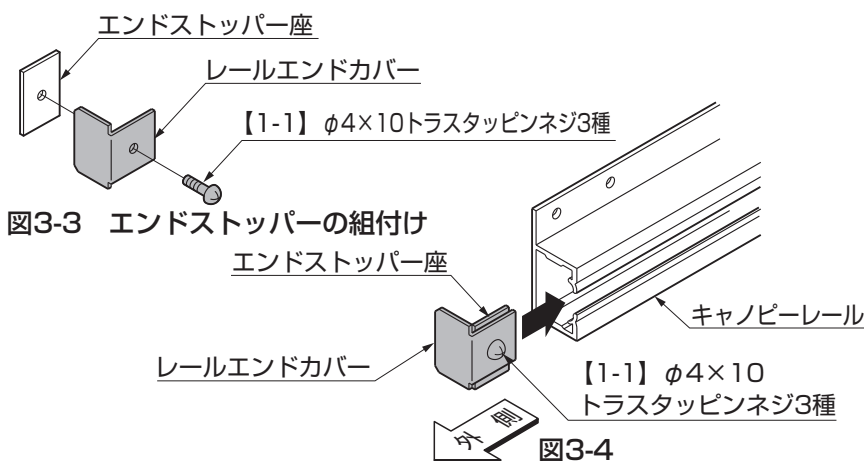

図3-4
②キャノピーレールの外側端からエンドストッパー座とレールエンドカバーをはさみ込むように入れて【1-1】を本締めしてください。(図3-4参照)